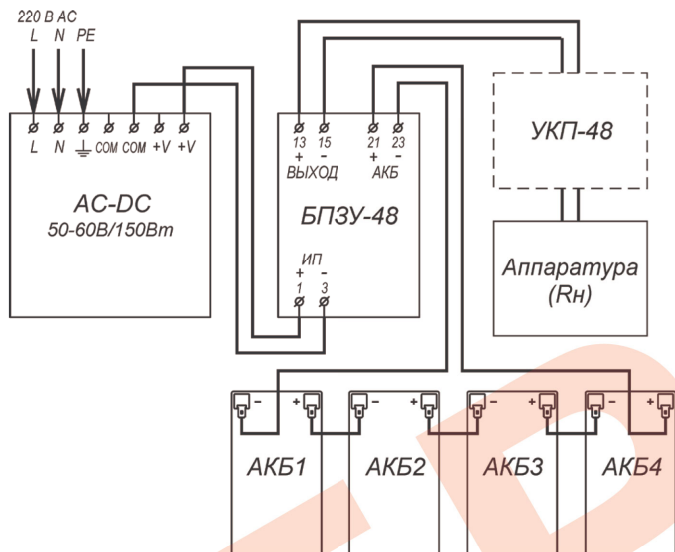
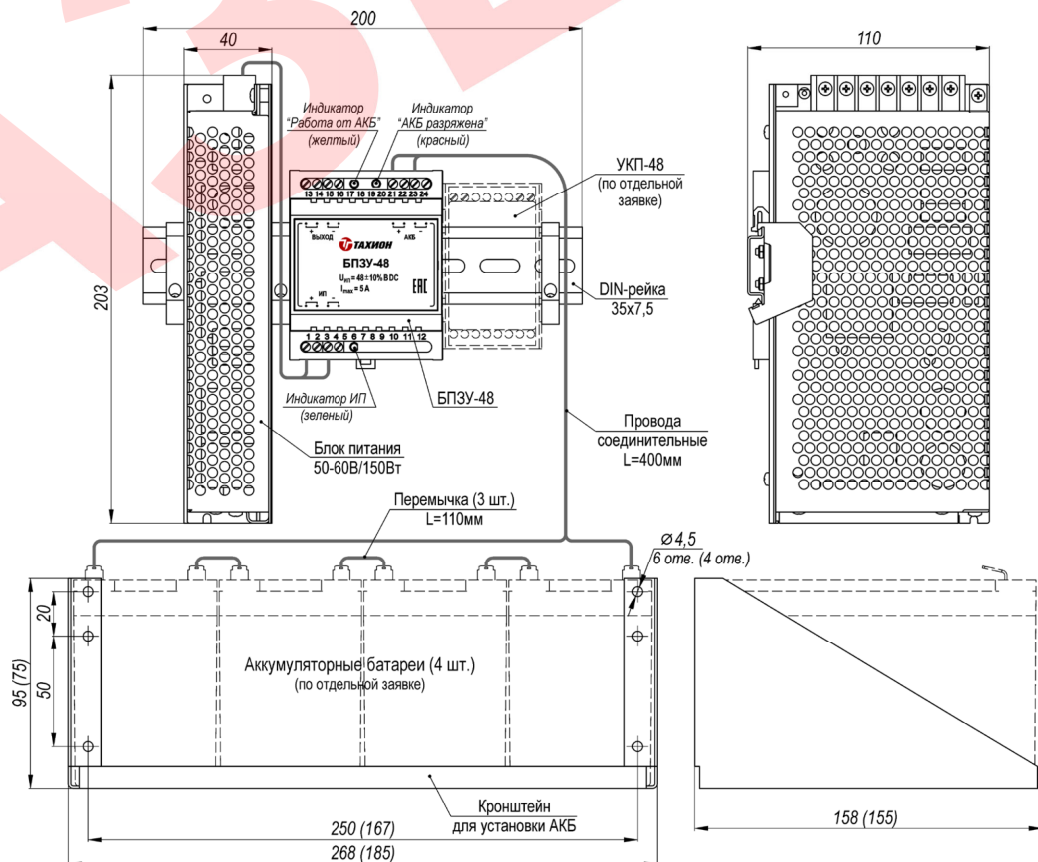

Рис.2 Схема электрическая принципиальная
Рис.1 Устройство, габаритные и установочные размеры
Подключение цепей изделий производится в соответствии со схемой электрической принципиальной (рис.2). Для подключения необходимо:
2. Установить аккумуляторные батареи на кронштейн (см. рис.1) и подключить их проводами соединительными к контактам 21 (+) и 23 (-) БПЗУ-48, соблюдая полярность. Соединить аккумуляторы перемычками.
4. Подать трехпроводным кабелем напряжение питания 220В AC на соответствующие контакты блока питания, при этом фазный провод (L) соединить с контактом L, нулевой провод (N) с контактом N, а провод заземления соединить с контактом PE.
| 12. Габаритные размеры | см. рис.1 |
Устройство изделия приведено на рис.1, схема подключения на рис.2.